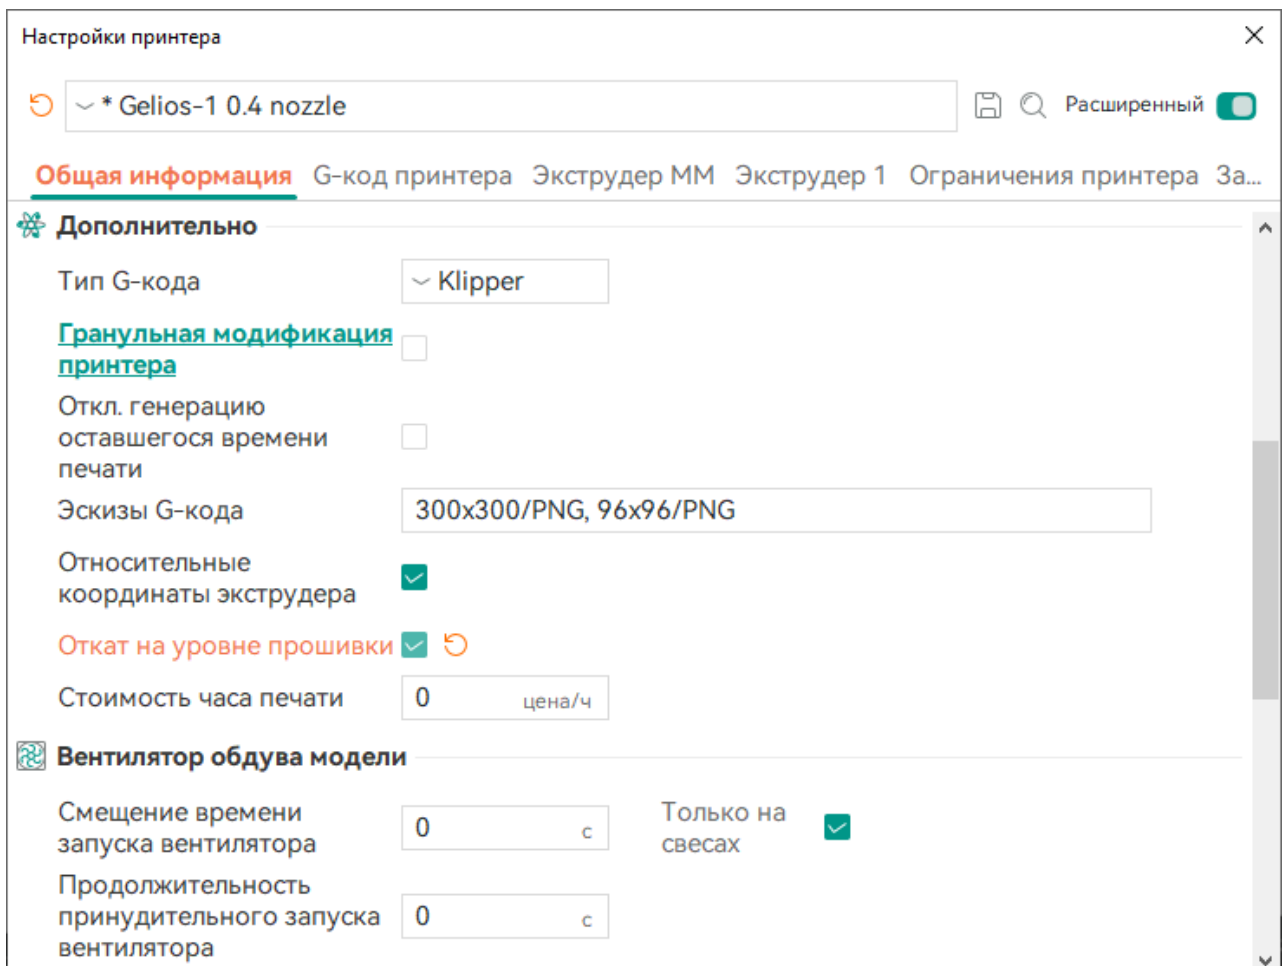

Рисунок 14 — раздел «Дополнительно» в OrcaSlicer
- в OrcaSlicer в окне «Настройки принтера» на вкладке «Общая информация» в разделе «Дополнительно» сделать активным пункт «Откат на уровне прошивки» (рисунок 14);